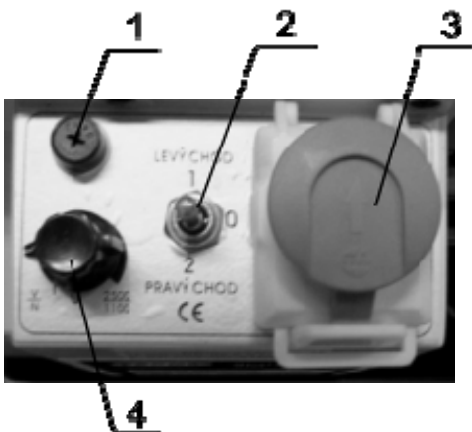
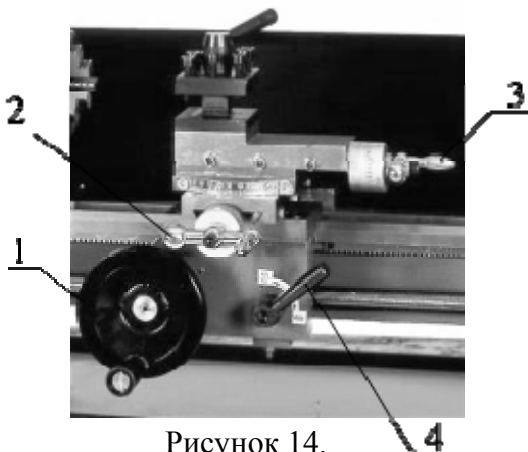

Рисунок 6.
Рисунок 14.
Выберите направление вращения шпинделя переключателем 2 (рис. 6). Потенциометр 4 должен быть установлен в нулевом положении. Вставьте вилку станка в сеть 230 В. с заземлением. Разблокируйте кнопку аварийного выключателя 3, сместив его вверх по стрелке. Включите станок, плавно вращая потенциометр 4 по часовой стрелке, на минимальные обороты шпинделя (см. рис. 6).
Подведите резец к заготовке. Переместите резец на глубину резания, рукояткой 2. При помощи маховика ручного перемещения каретки суппорта 1 или рукоятки ручного перемещения верхних салазок суппорта 3 перемещайте резец. Продолжайте обработку на необходимую длину. После этого резец отведите от заготовки (см. рис.14).
5. Отведите инструмент от заготовки. После этого переместите каретку суппорта в исходное положение (см. рис.14).
Принцип нарезания резьбы похож на обработку заготовки по наружному диаметру с механической подачей. Разница состоит в более высокой скорости подачи, которая обеспечивается подбором передаточного отношения сменных шестерён. Рукоятка включения и выключения полугайки ходового винта (4 рис.14.) при нарезании резьбы включается при первом проходе и выключается по окончании операции нарезания резьбы на данной детали. Обратное перемещение суппорта осуществляется с помощью переключателя направления вращения шпинделя (2 рис. 6), после остановки шпинделя потенциометром (4 рис. 7).